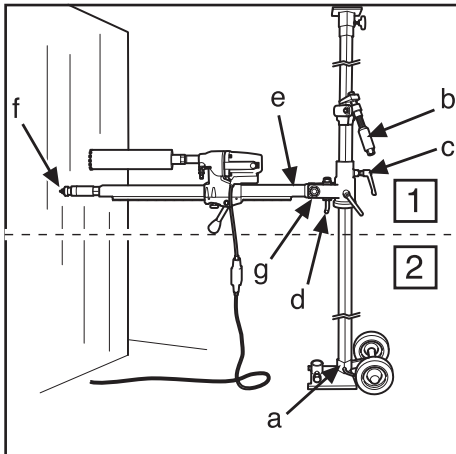
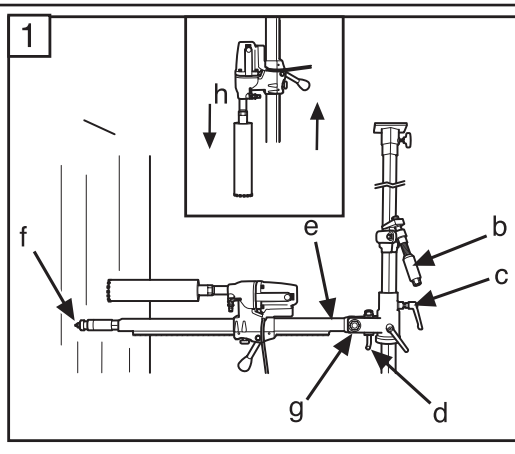

Рис.3
Рис.4
- Разместите опорную плиту у стены на расстоянии длины сверлильной колонки, винт штатива должен быть ввинчен. Для бурения на высоте до 1.5 м внешняя труба опорной колонки должна быть снизу, а для бурения выше 1.5 м от пола опорную колонку переверните. Убедитесь, что опорная колонка зажата в опорной плите зажимным болтом (A) (рис. 3, 5).
- Разожмите опорную колонку в потолок, выбрав для зажима ближайшее отверстие во внутренней трубе. Зафиксируйте положение, вращая рукоятку (B) и винт в торце ключом на 24 мм. Не зажимайте слишком сильно.
- Ослабьте зажим (C) и поверните сверлильную колонку. Отпустите ручку (D) и наклоните колонку
- Установите мотор (DMS160) на сверлильную колонку (Рис. 4) (H).
- Установите сверлильную колонку с мотором в желаемое положение к стене. Зафиксируйте ее рукояткой (C) (Рис. 3,4)
- Поднимите сверлильную колонку и закрепите ее ручкой (D) и гайкой (G) (рис. 3, 4). Если угол бурения не кратен 90°, отпустите ручку (D), установите сверлильную колонку на заданный угол и затяните гайку (G) ключом на 30 мм (Рис. 3, 4).
- Сверлильная колонка может быть повернута на 360° и зафиксирована в любом положении шестигранным ключом на 8 мм (E) (рис. 3, 4).
1. Соберите стенд согласно инструкции. Сложите сверлильную колонку так, чтобы упор колонки (F) (Рис. 10) вошел во втулку (A) (Рис. 11). Затяните контргайку (G) ключом на 30 мм (Рис. 4) и зафиксируйте ручку (C) (Рис. 4).